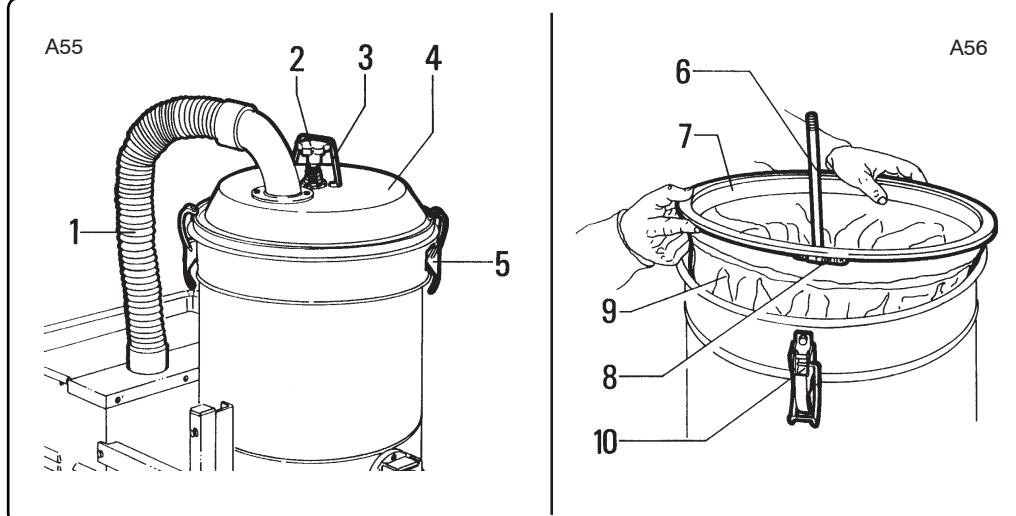

Fig.8.5.1
**8.5.1 - Sostituzione filtro primario (fig. 8.5.1)****ATTENZIONE!!**
**8.5.1 - Changing the primary filter (fig. 8.5.1)****ATTENTION!!**
**8.5.1 - Sustitución filtro primario (fig. 8.5.1)****ATENCION!!**
**8.5.1 - Verwisselen van het primaire filter (afb. 8.5.1)****WAARSCHUWING!!**